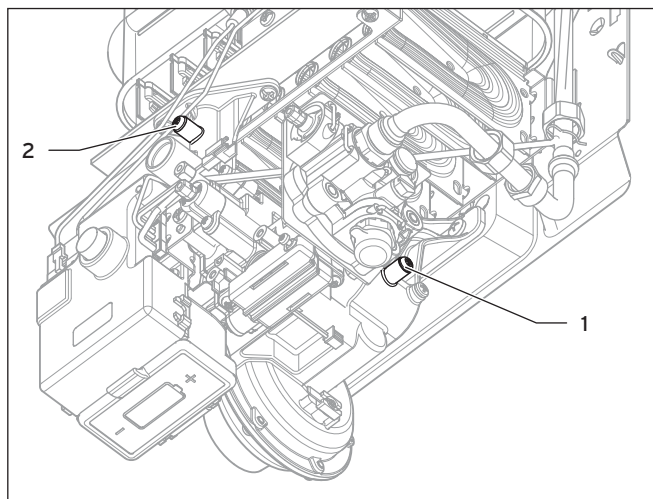

Fig. 5.1 Bocal de medição da pressão de ligação do gás
- Retire o tampão roscado do bocal de medição da pressão de ligação (1), consulte a Fig. 5.1.